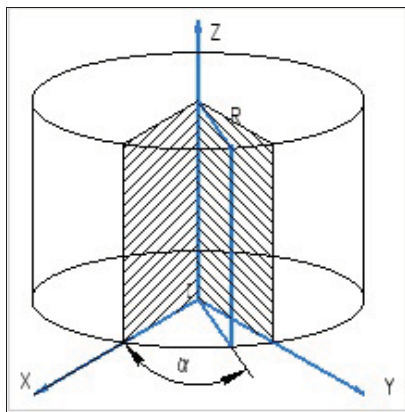

Рис. 20.17. Построение точки
-  — **Цилиндрическая**. Цилиндрическая система координат R, A, Z размещается относительно системы координат следующим образом (рис. 20.17): значение координаты A определяет угол (альфа) поворота точки, значение координаты R определяет расстояние от точки до оси Z (радиус цилиндра);